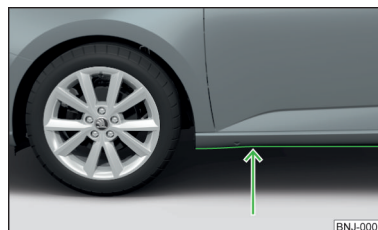

Fig. 216
- Determine la profundidad del agua antes de un vadeo. El nivel del agua debe llegar como máximo al borde inferior del larguero inferior » **fig. 216.**